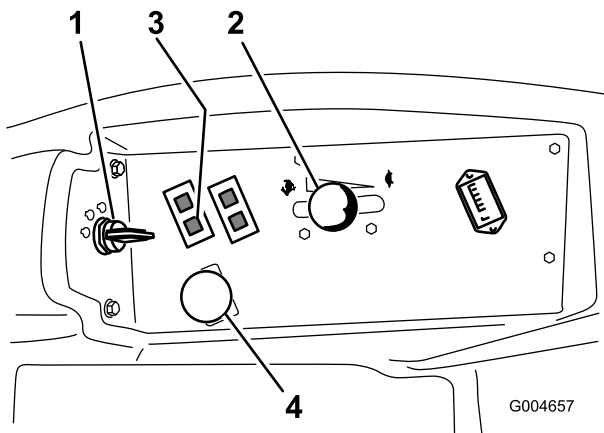

Figure 17
4. Placez la commande de prise de force (PDF) en position désengagée (Figure 17).
5. Réglez la manette d'accélérateur à mi-course entre les positions bas et haut régime (Figure 17).